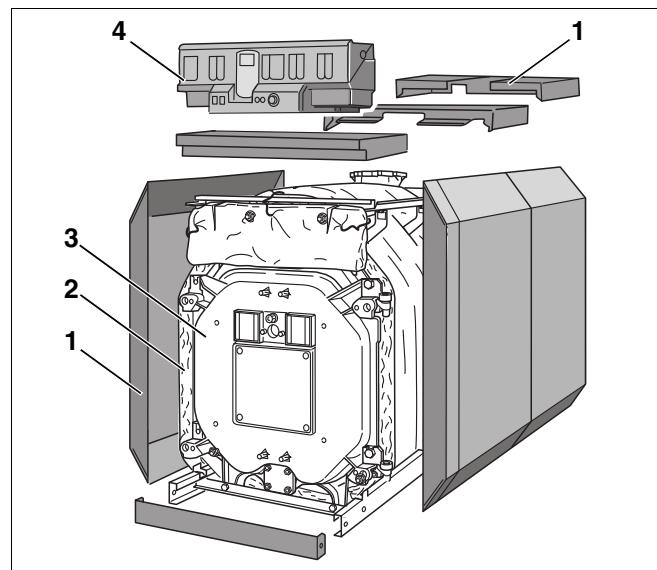
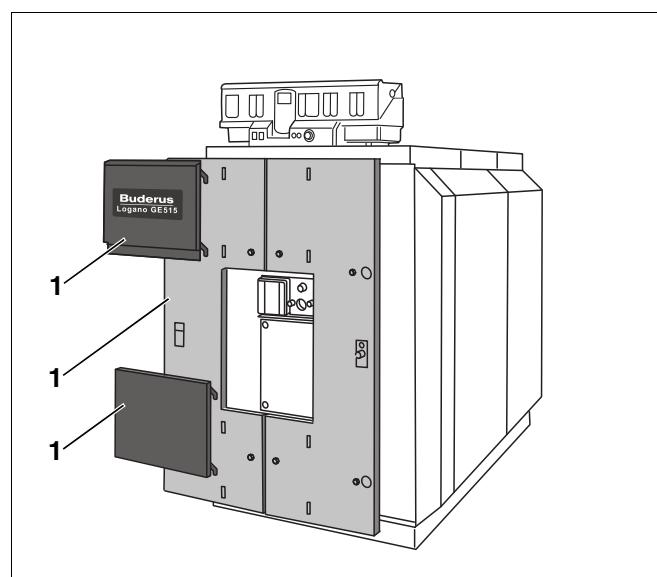

Рис. 1 Специальный отопительный котел Logano GE515 на дизельном и газовом топливе
Рис. 2 Специальный отопительный котел Logano GE515 на дизельном и газовом топливе
- Блок котла (рис. 1, Поз. 3).
- Обшивка котла (облицовка рис. 1 и рис. 2, ІІс. 1), теплоизоляция (рис. 1, Поз. 2).
- Система управления (рис. 1, Поз. 4)